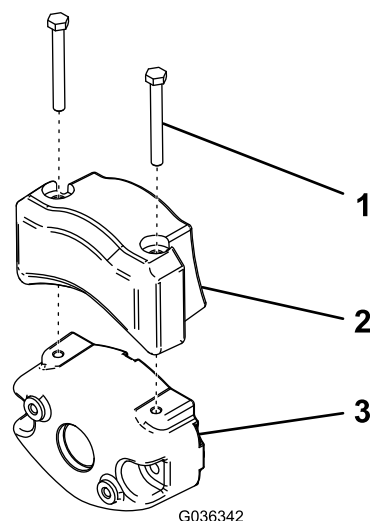

図 60
2. 図 60 のように、キャップスクリュー2本を使用して既存のカウンタウェイトに電動用ウェイトを取り付ける。